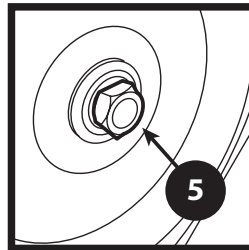

FIGURA 3
5. Compruebe la tuerca que fija el montaje de la rueda de contacto. Asegúrese de que la tuerca está ajustada a 1.4-2 metros kg de torque. (Figura 3)